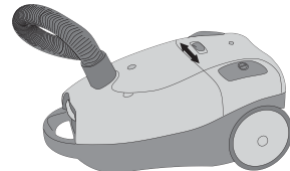

Figure 7 Réglage de la force d'aspiration
9. Vous réglez la force d'aspiration au moyen du bouton de réglage; voir la figure 7. Lorsque vous nettoyez des meubles, par exemple, ou des rideaux, il est recommandé de diminuer la force d'aspiration. Ceci évite que les tissus ne soient aspirés à l'intérieur de l'embout d'aspiration.